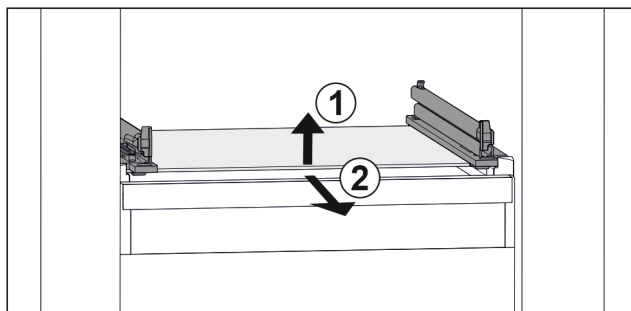

Fig. 123 Vejledende visning af glaspladen
- Løft glaspladen foran. Fig. 123 (1)
- Tag glaspladen ud fremefter. Fig. 123 (2)